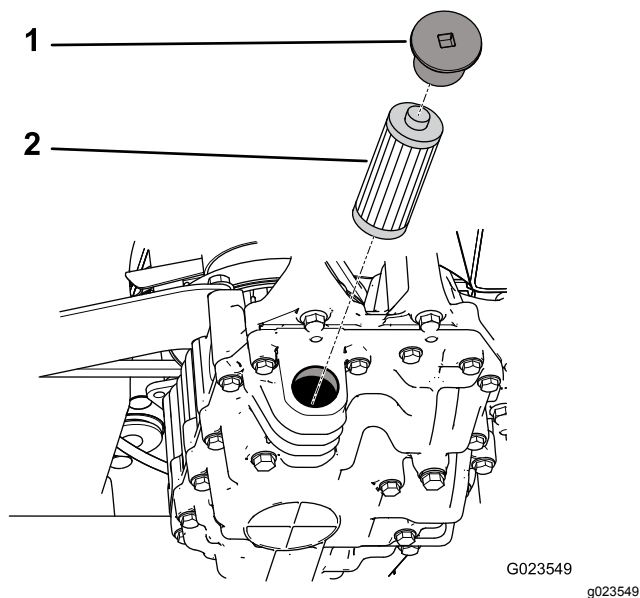

Figure 70
4. Enlevez le chapeau de filtre et sortez le filtre de la transmission (Figure 70).